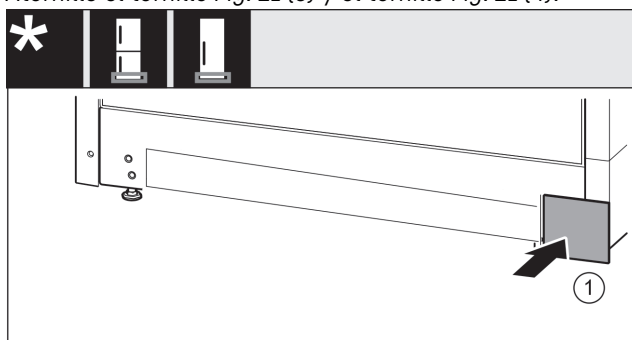

Fig. 22
- Vuelva a colocar la cubierta Fig. 22 (1) en el otro lado.